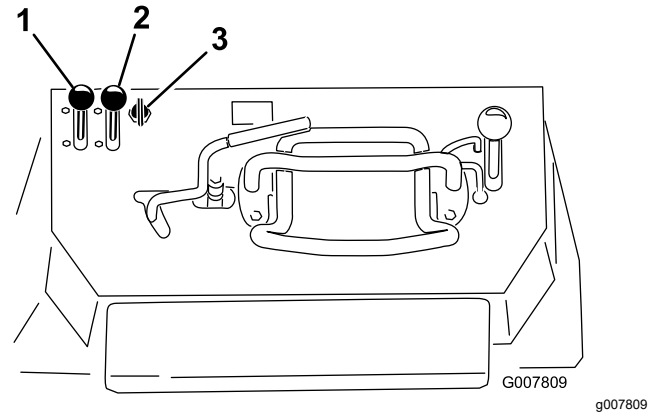

Bild 16
1. Stellen Sie den Gasbedienungshebel zwischen die Stellung LANGSAM und SCHNELL (Bild 16).
2. Stellen Sie den Chokehebel in die EIN-Stellung (Bild 16).
- Maschinen mit Elektrostart: Drehen Sie den Schlüssel in die EIN-Stellung (Bild 16). Lassen Sie den Schlüssel los, wenn der Motor anspringt.
4. Schieben Sie den Chokehebel langsam in die AUS-Stellung (Bild 16). Schieben Sie beim Absterben oder Aussetzen des Motors den Choke wieder nach vorne, bis der Motor warm gelaufen ist.
5. Schieben Sie den Gasbedienungshebel in die gewünschte Stellung (Bild 16).
2. Stellen Sie den Gasbedienungshebel in die LANGSAM-Stellung (Bild 16).